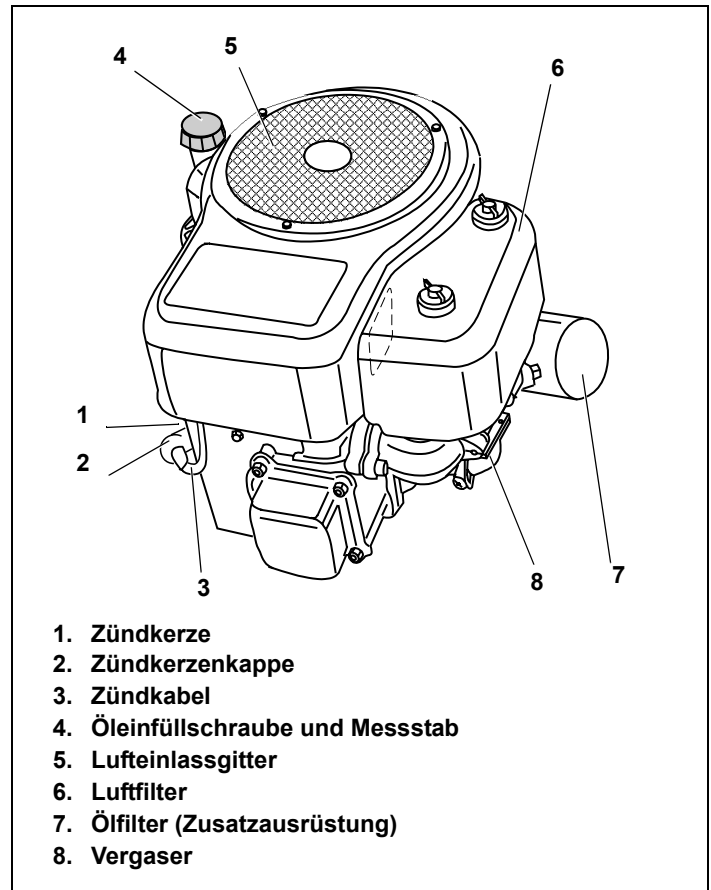

Abbildung 6. Motor mit Ölmesstab
2. Den Öleinfülldeckel vom Öleinfüllrohr abschrauben und den Messstab sauber wischen. Siehe Abbildung 6.